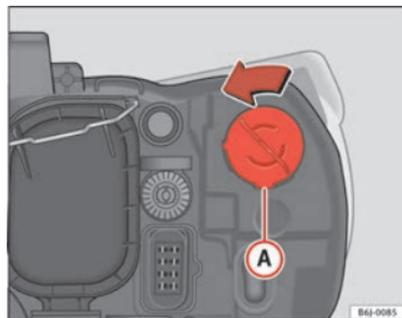

Abb. 135 Blinklicht
- Drehen Sie den Lampenträger => Abb. 135 A nach links und ziehen Sie daran.